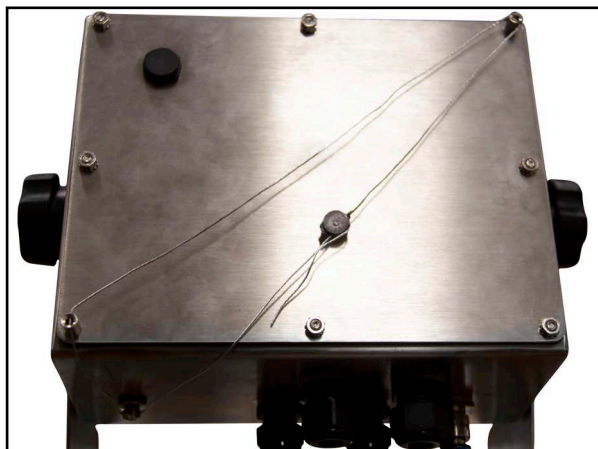

Figure 2-13. Scellage de l'indicateur
1. Faites passer le plomb à sceller à travers les vis à tête cylindrique sur la plaque arrière puis à travers la vis à tête cylindrique au bas de l'indicateur, comme indiqué sur la Figure 2-13.